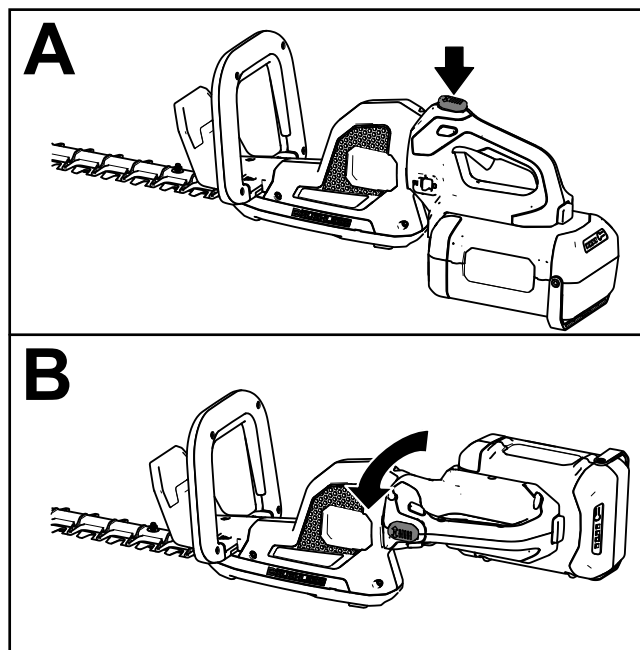

Bild 7
1. Halten Sie die drehbare Sperrtaste gedrückt (A in **Bild 7**).
2. Drehen Sie den Holm um 90° nach links oder rechts, abhängig von der gewünschten Schnittrichtung. Lassen Sie die drehbare Sperrtaste dann los, um den Holm in der gewünschten Stellung zu arretieren (B in **Bild 7**).